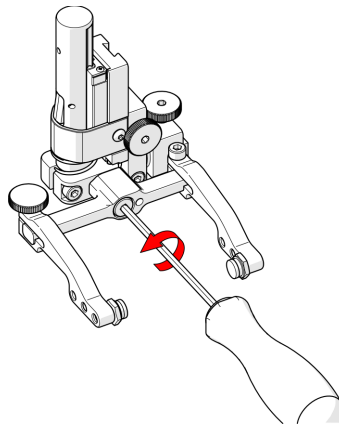

Abbildung 2-87 Lösen der Bügelschraube
2. Lösen Sie mit dem mitgelieferten 3-mm-Sechskantschlüssel die Schwenkschraube des Bügels und entfernen Sie den Bügel (siehe Abbildung 2-87 auf Seite 106).